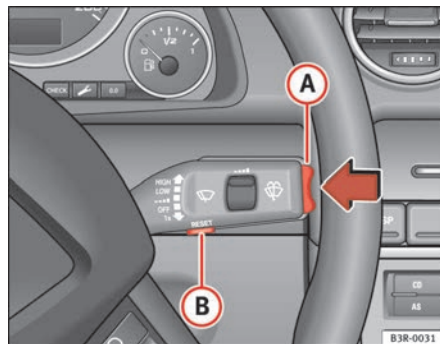

Fig. 58 Leva dei tergicristalli Selettore
- Per modificare il valore memorizzato, premere la parte superiore o inferiore del selettore situato sulla leva del tergicristallo (**A** $\Rightarrow$ fig. 58). Il valore aumenta o diminuisce in ragione di 10 km/h alla volta.
- Premere il tasto Reset sulla leva del tergicristallo (**B** $\Rightarrow$ fig. 58) finché sul display non compare il simbolo di avvertimento sbarrato della soglia di avvertimento 2.